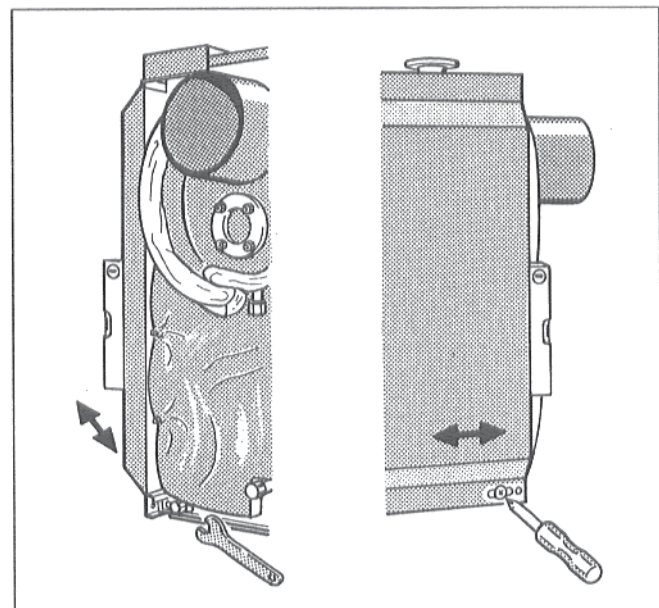

Рис. 13
Для выравнивания боковых стенок можно изменить положение нижней траверсы и боковых рамных планок (Рис. 13).
- Отрегулировав вертикальное положение, затянуть винты с шестигранной головкой в нижних траверсах (Рис. 13).
- Затянуть винты в боковых рамных планках (Рис. 13).